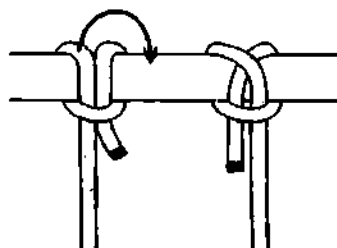

Рис. 594. Перекрещенный коровий узел отлично держит при постоянной тяге.
*Коровий узел* можно усилить, если положить коренной конец на ходовой (рис. 594). В такой форме узел начинает работать как *самозатягивающийся полуштык*. Пере-